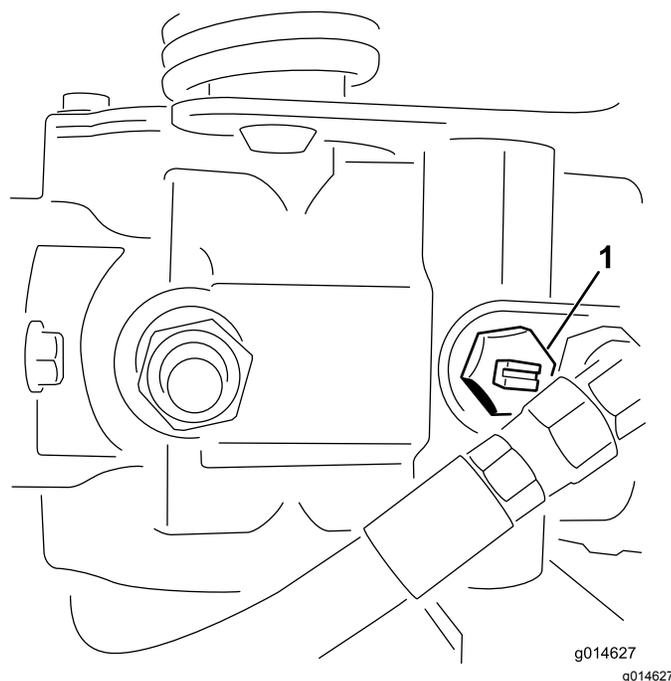

Рисунок 27
1. Найдите на насосе перепускной клапан и поверните его так, чтобы паз был вертикален (Рисунок 27).
2. Перед запуском двигателя закройте перепускной клапан, повернув его так, чтобы паз находился в горизонтальном положении (Рисунок 27).